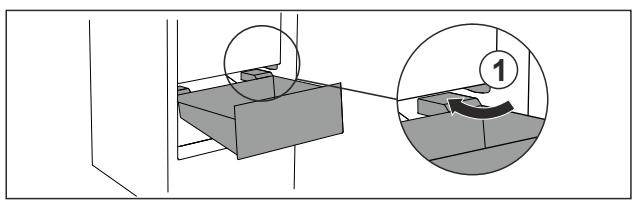

Fig. 87
- Umetnute ladicu koso oko zaustavljača Fig. 87 (1).